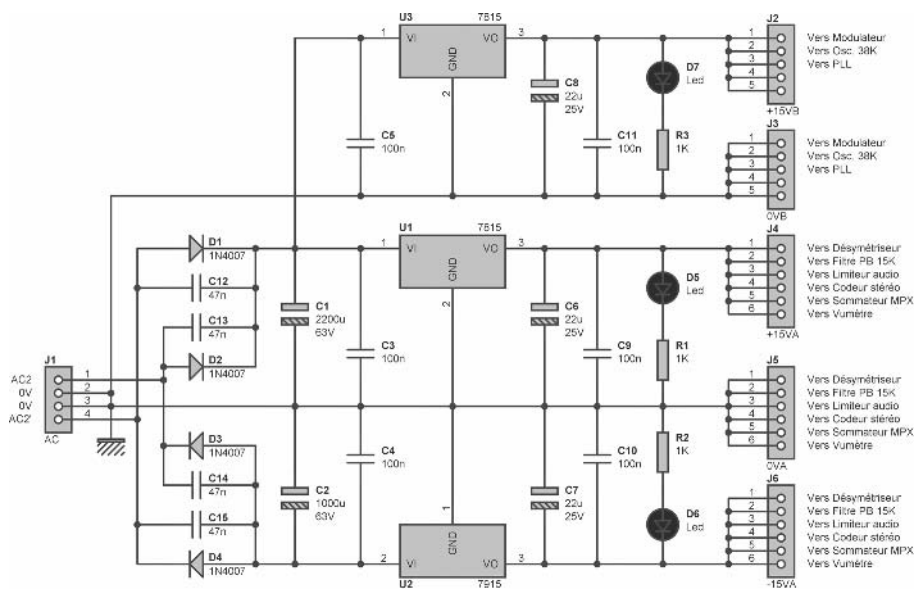

Figure 6.3
**Tentatoo** – Cela est très juste, mais il n'est pas trop tard pour y jeter un œil. Voyez la **figure 6.3**, qui dévoile l'utilisation de régulateurs de tension classiques pour stabiliser les tensions dont nous avons besoin pour l'ensemble de nos circuits.